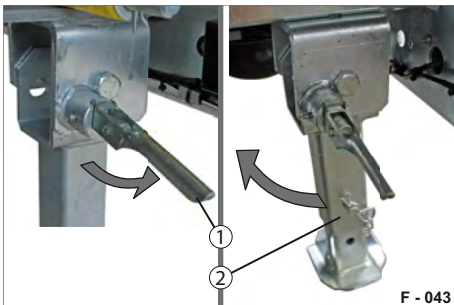

Abb. 66 Klappstütze einklappen
- ▶ Ziehen Sie den Federriegel (Abb. 66/1) in waagerechte Stellung.
- ▶ Klappen Sie die Klappstütze (Abb. 66/2) hoch (in waagerechte Stellung) und arretieren Sie diese mit dem Federriegel (Abb. 66/1).